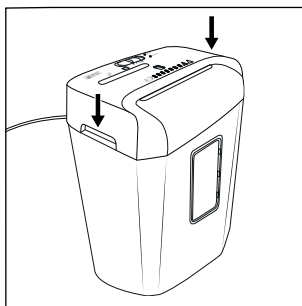

Fig. 2
- ◆ Saisissez le dispositif de coupe **6** au niveau des deux poignées encastrées intégrées **8** et placez-le sur le grand collecteur **12** de manière à ce que le cordon d'alimentation **1** pointe vers l'arrière et que la fenêtre de contrôle **11** du grand collecteur **12** pointe vers l'avant (voir fig. 2).